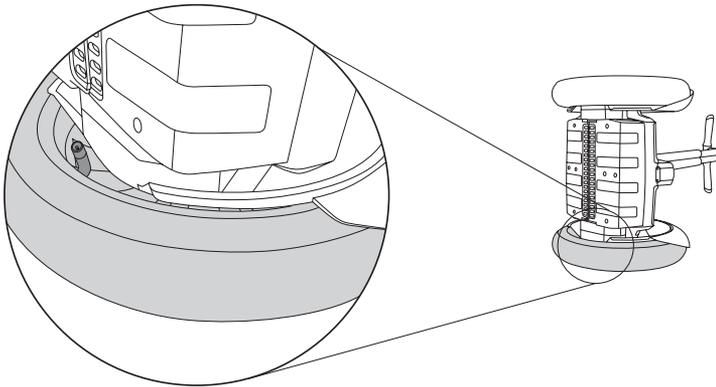

Figure 37. Contrôle de la pression de gonflage des pneus
2. Basculez le Segway TP sur le côté de sorte que le pneu à contrôler soit à plat sur le sol. Voir la **Figure 37**.